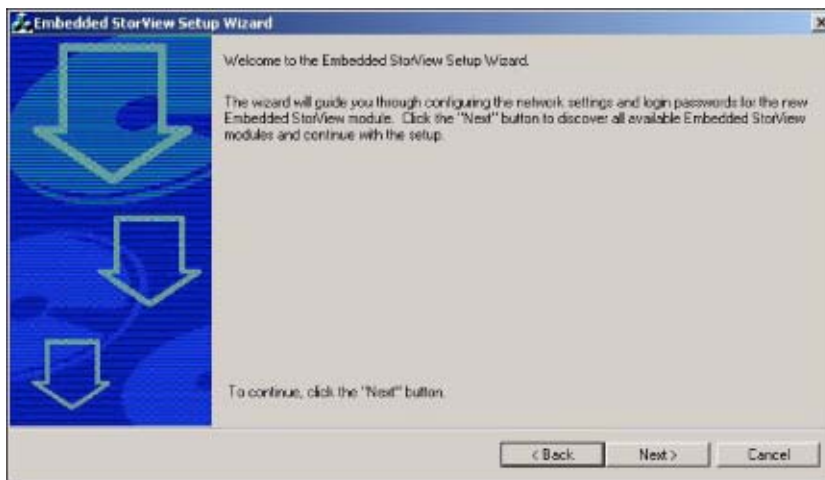

図4-2 StorView セットアップウィザード Welcome 画面
3. 図4-2のウィンドウが開きます。情報を確認し、[NEXT]ボタンをクリックします。